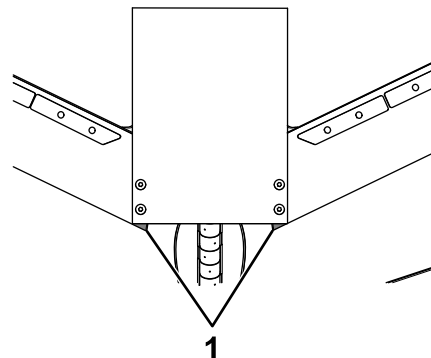

Bild 8
12. Kürzen Sie die inneren Ecken der beiden Lamellenabschnitte so, dass sie mit der Unterseite der mittleren Lamelle bündig abschließen (Bild 8).